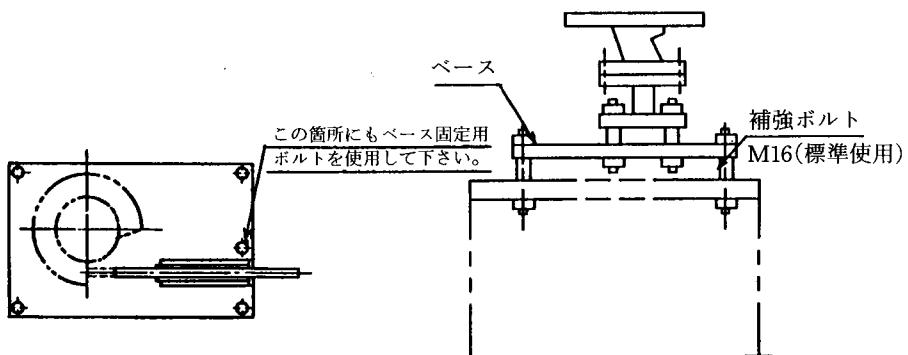

図8 補強ボルト
(1) インラインフィーダをスタンド、架台等に取付ける場合は図7、図8の注意事項を確認の上、行ってください。
(2) インラインフィーダを同一ベース上に複数台設置する場合は特にベースの設計に注意してください。前記の様にインラインフィーダ回りに補強リブを入れるとともに図8のように補強ボルトを設けてください。
このようなときは、図8のように1台づつベースに取付けて分離してください。